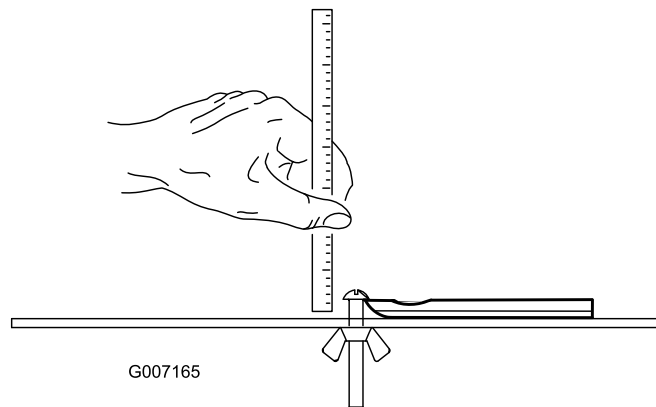

Figure 24
**Remarque:** Toutes les mesures de limite de service renvoient au bas de la contre-lame ; voir la Figure 24 et les dimensions indiquées dans le Tableau des contre-lames (page 17)